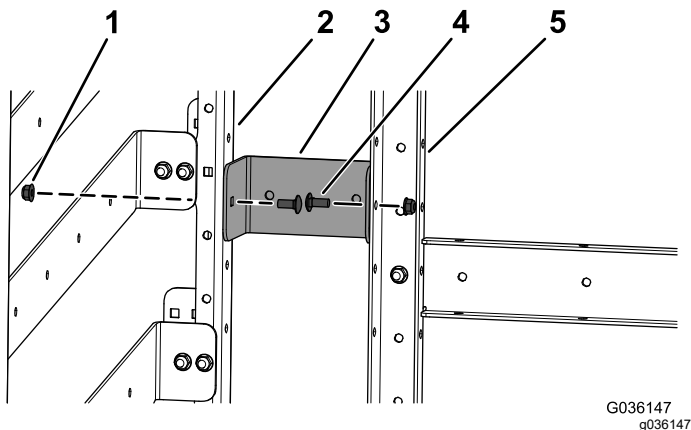
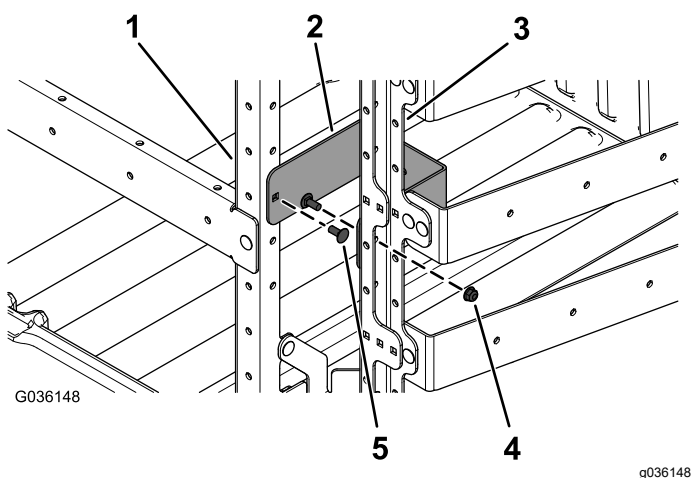

Figura 10
Figura 11
9. Instale el bastidor del extintor o el soporte de la herramienta abrehoyos en el soporte vertical lateral y en el soporte vertical delantero con 2 pernos de cuello cuadrado (5/16" x 3/4") y 2 tuercas con arandela prensada (5/16"), tal y como se muestra en la Figura 10 o la Figura 11.